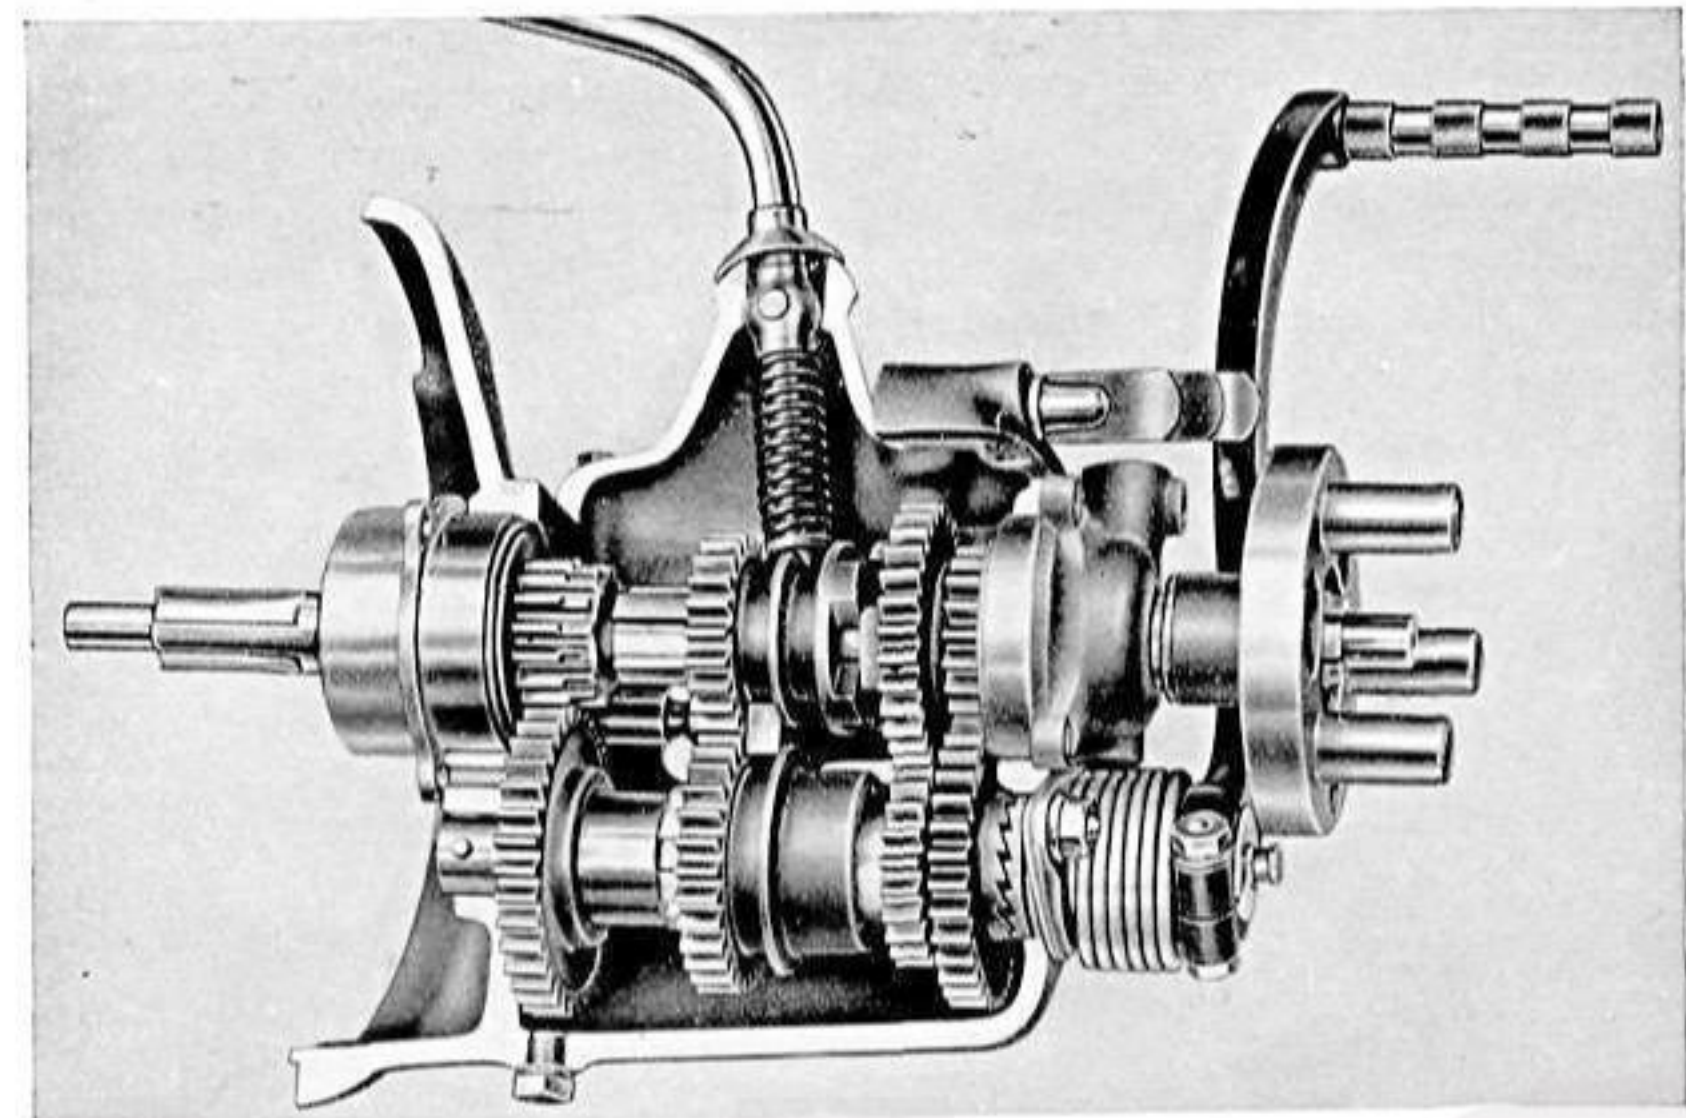

Abb. 27. Getriebe der R 2-Maschine
a) Getriebe der R 2-Maschine. Dieses hat drei Gänge und zwei Leergangstellungen. Sämtliche Zahnräder, auch die des zweiten Ganges, sind ständig in Eingriff, sämtliche Gänge werden durch Klauen geschaltet, deshalb größte Schonung beim Schalten. Die als Keilwelle ausgebildete Hauptwelle liegt in gleicher Mittelachse wie die Kurbelwelle und ist vorn mit ihrem zylindrischen Zapfen in der Antriebswelle und hinten in einem Kugellager gelagert. Die Antriebswelle läuft im Getriebe in einem Kugellager und am vorderen Ende im hohlgebohrten Kurbelwellenzapfen. Unter der Hauptwelle ist die Nebenwelle auf einer feststehenden Achse mit Bronzebüchsen gelagert. Abb. 27.
Zum **Antreten des Motors** dient ein Fußanwerfhebel. Bei der **R 2-Maschine** bewegt sich der Fußanwerfhebel senkrecht zur Radlängsmittelsebene. Er überträgt die eingeleitete Drehbewegung auf eine Welle, die an ihrer Stirnseite mit Klauen versehen ist und beim Abwärtstreten des Anwerfhebels in die Klauen eines Zwischenrades eingreift, das drehbar auf der Nebenwelle gelagert ist und in ein Stirnrad auf der Hauptwelle eingreift, das mit dem Stirnrad des kleinen bzw. ersten Ganges ein Stück bildet. Eine starke Feder hält den Fußanwerfhebel in seiner oberen Stellung fest bzw. zieht ihn nach Gebrauch immer in diese zurück, wodurch gleichzeitig die Klauen der Übertragungs-welle außer Eingriff gebracht werden. Abb. 27.